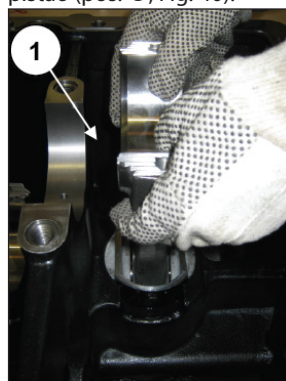
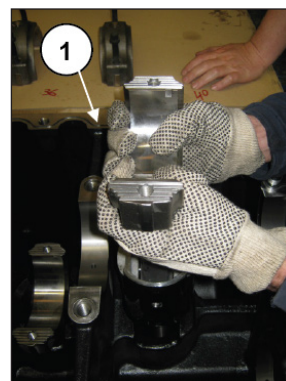

Fig. 39
Fig. 40
Proceda com a remoção da haste de seu cilindro (pos. ①, Fig. 39) e sucessivamente extraia os grupos de haste-guia do pistão (pos. ①, Fig. 40).